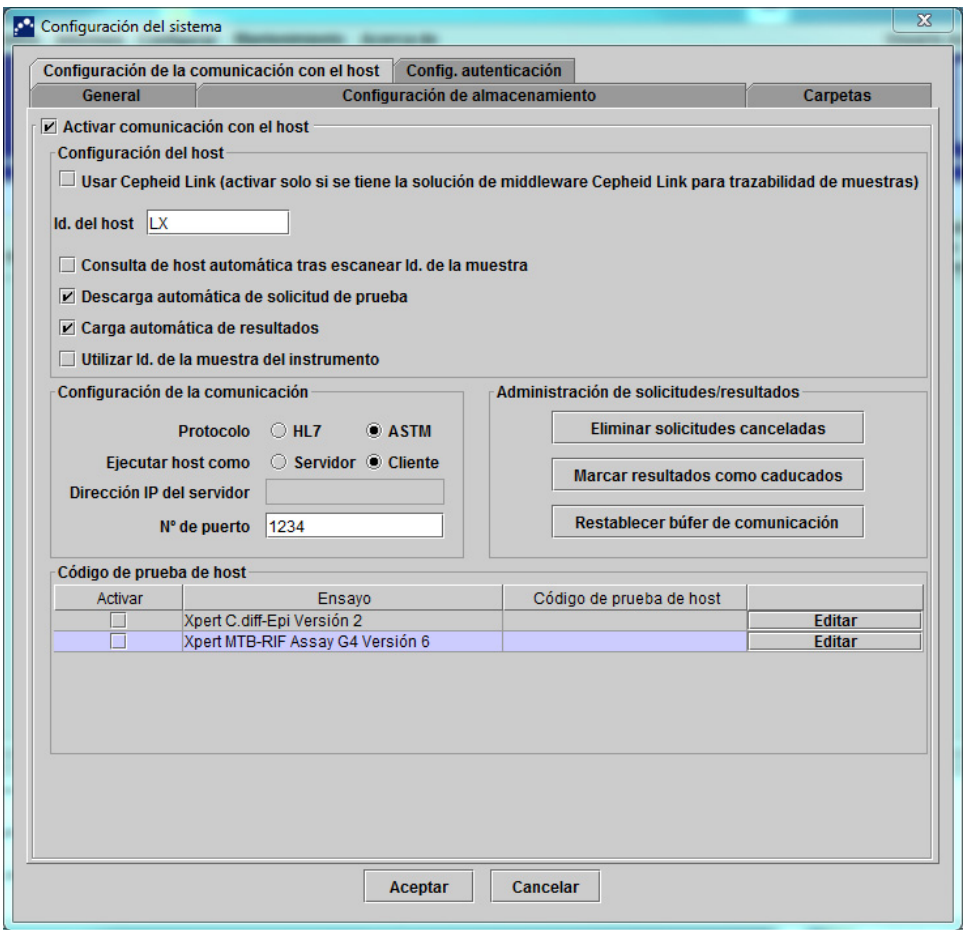
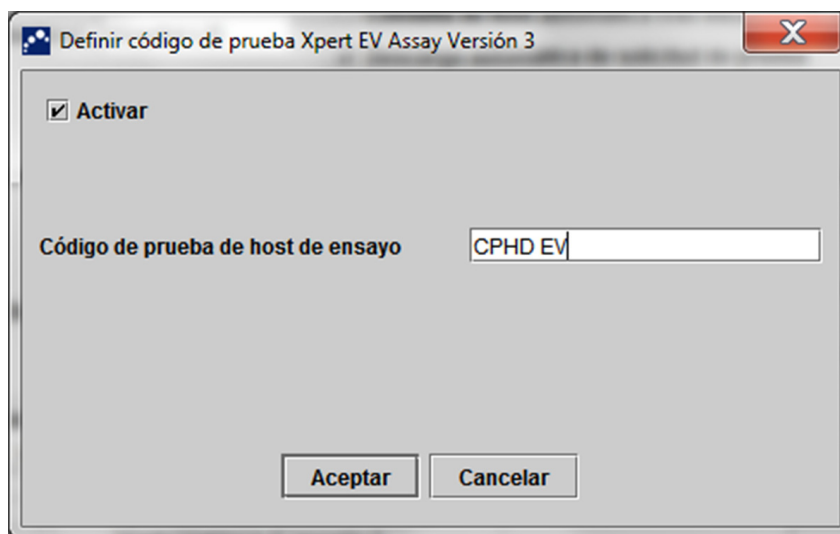
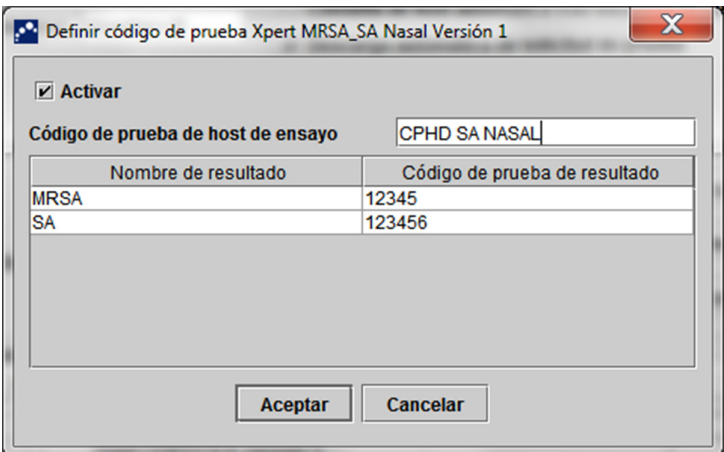

Figura 2-81. Cuadro de diálogo Configuración del sistema (ficha Configuración de la comunicación con el host)
Figura 2-83. Cuadro de diálogo Definir código de prueba para un ensayo de un solo resultado
Figura 2-84. Cuadro de diálogo Definir código de prueba para un ensayo de varios resultados
2. Haga clic en la ficha **Configuración de la comunicación con el host**. Aparece la ficha **Configuración de la comunicación con el host**. Consulte la figura 2-81.
1. En la tabla **Código de prueba de host** de la ficha Configuración de la comunicación con el host (consulte la figura 2-81), haga clic en el botón **Editar** que desee para cambiar la configuración. Aparece el cuadro de diálogo Definir código de prueba. Consulte la figura 2-83.
1. En la tabla **Código de prueba de host** de la ficha Configuración de la comunicación con el host (consulte la figura 2-81), haga clic en el botón **Editar** que desee para cambiar la configuración. Aparece el cuadro de diálogo Definir código de prueba. Consulte la figura 2-84.
4. Los nombres de los resultados notificados por el ensayo se indican en el campo **Nombre de resultado**. Consulte la figura 2-84.
5. Escriba el código de prueba de resultado en el campo **Código de prueba de resultado** (consulte la figura 2-84) correspondiente a cada nombre de resultado que puede mostrar este ensayo.